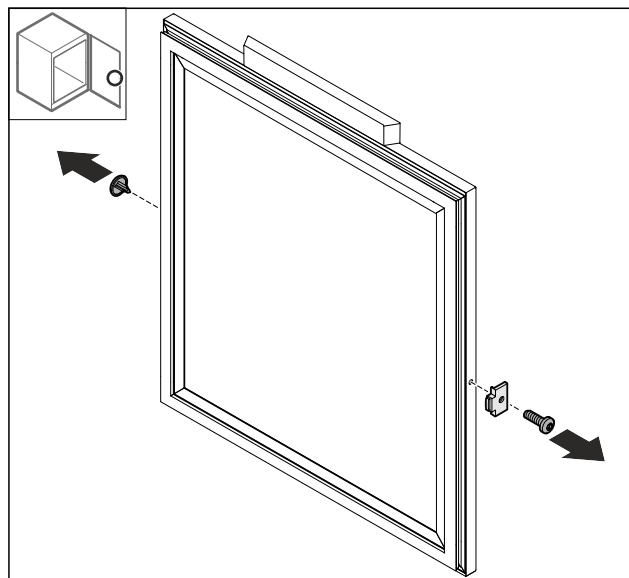

Fig. 69
- ▶ Távolítsa el a fedelet Fig. 69 (1).
- ▶ Az ajtóütközőt Fig. 69 (2) szerelje le.